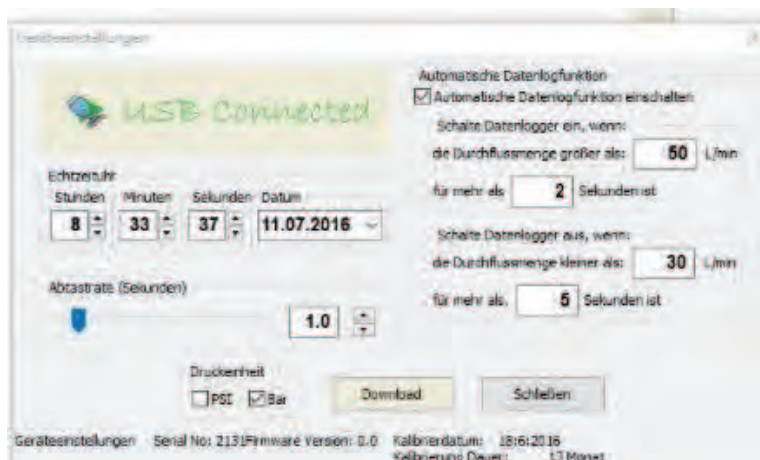

Abb. 5.5: Einstellungsfenster
Ist der Flowmaster mit dem PC/Laptop verbunden und eingeschaltet, können die Einstellungen für das Gerät über den Button „Einstellungen“ verändert oder nachjustiert werden. Hierbei wird wie in Bild 5.5 angezeigt, ob der Flowmaster überhaupt eine USB-Verbindung zur Software besitzt. Ohne diese Verbindung lassen sich die Geräteeinstellungen nicht anpassen.
- Am unteren Rand des Fensters in Bild 5.5 werden die **Gerätenummer** und die **Firmware-Version** des Datenlogger-Aufzeichnungsprogramms dargestellt.